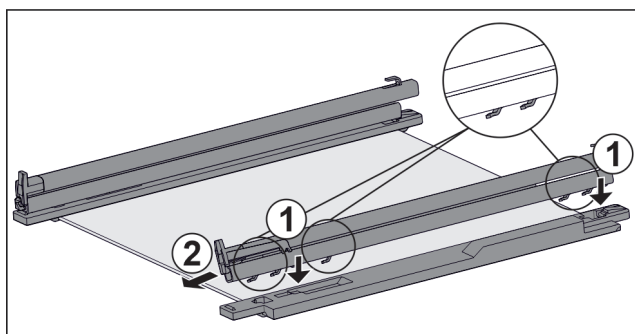

Fig. 137 Tablette en verre avec rails et pièces de retenue
- Placer les crochets du rail sur les ouvertures de la pièce de retenue de **gauche**. Fig. 137 (1)
- Tirer le rail vers l'avant. Fig. 137 (2)
- Placer les crochets du rail sur les ouvertures de la pièce de retenue de **droite**. Fig. 137 (1)